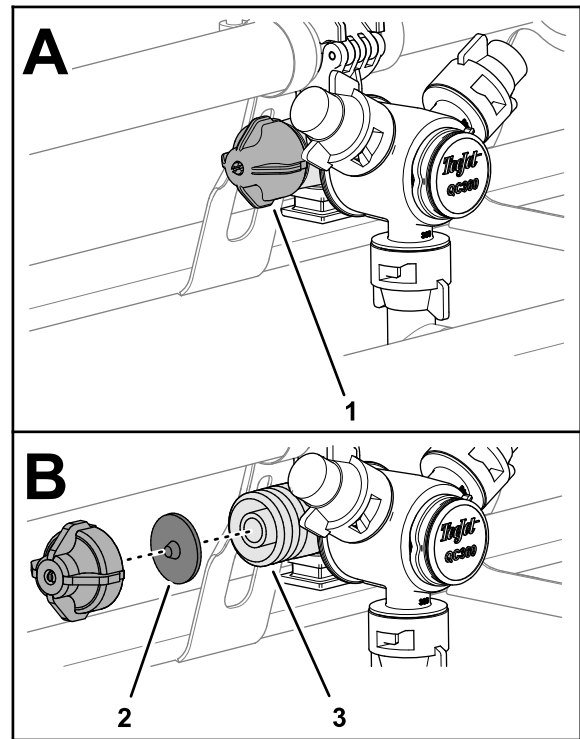

Figura 33
1. Gire la tapa del diafragma en sentido antihorario y retire la tapa del cuerpo de la boquilla (Figura 33).
2. Retire el diafragma de la válvula de retención de la tapa o del cuerpo de la boquilla (Figura 33).
3. Limpie la tapa, el diafragma y el cuerpo de la boquilla con agua limpia (Figura 33).
4. Monte el diafragma en la tapa con la punta del diafragma hacia la tapa (Figura 33).
5. Monte la tapa y el diafragma en el cuerpo de la boquilla y apriételos a mano (Figura 33).